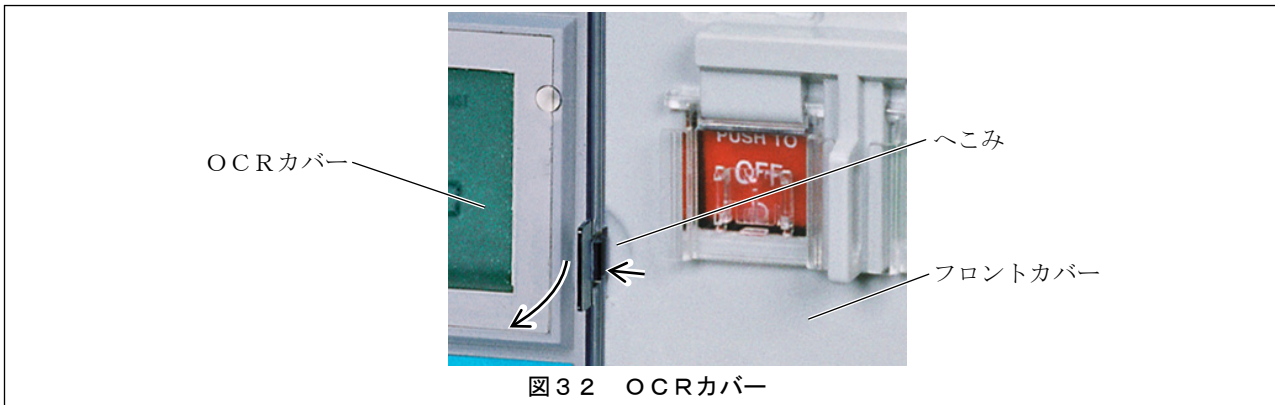

図32 OCRカバー
- 1) 図32に示すOCRカバーの右端のフロントカバーへこみに指を入れ、OCRカバーを左に押して開き止めの掛かりを外し、OCRカバーを開きます。OCRカバー施錠時は、開錠してからOCRカバーを開きます。